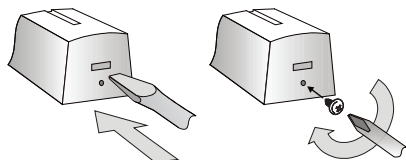

Abbildung 2: Öffnen und Festschrauben des Melderdeckels
1. Öffnen Sie den Deckel des Melders durch Eindrücken der Lasche, siehe Abbildung 2.